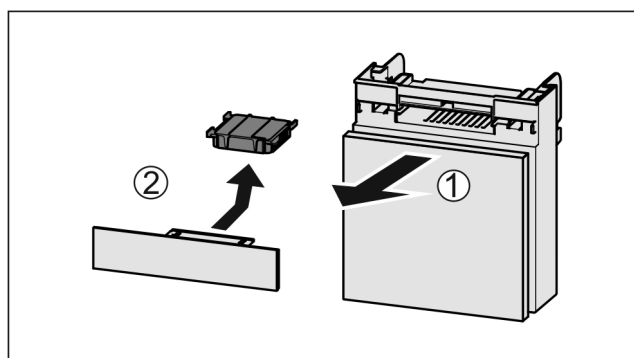

Fig. 142
- Extrageți Fig. 142 (1) compartimentul către înainte.
- Scoateți Fig. 142 (2) filtrul de cărbune activ.